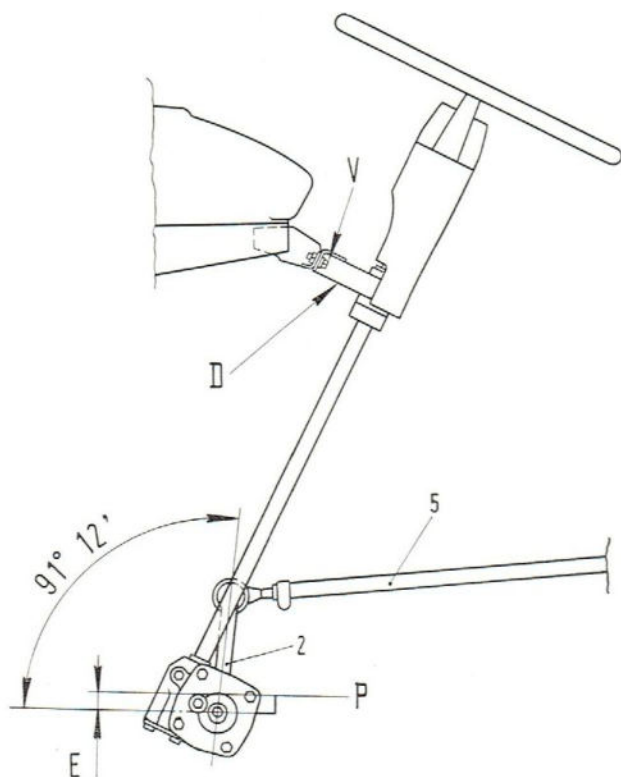

Abb. 115 - Schema zur Montage und Einstellung der Lenkschubstange.
Das Lenkgehäuse wird an die Karosserie befestigt, wobei die Muttern A, B, C (Abb. 114) mit einem Drehmoment von 9,5 mkg anzuziehen sind. Dann muss geprüft werden, ob die Befestigung der Lenksäulenhaltung (D, Abb. 115) am Armaturenbrett durch die Schrauben (V) ohne die Lenksäule zu verspannen möglich ist.
Vor Einbau und Einstellung der Lenkschubstange (5, Abb. 115) müssen folgende Bedingungen erfüllt werden:
- die Achse des Lenkstockhebels muss mit der Ebene (E) parallel zur Auflageebene des Lenkgehäuses an der Karosserie einen Winkel von $91^{\circ} 12'$ bilden (Abb. 115);